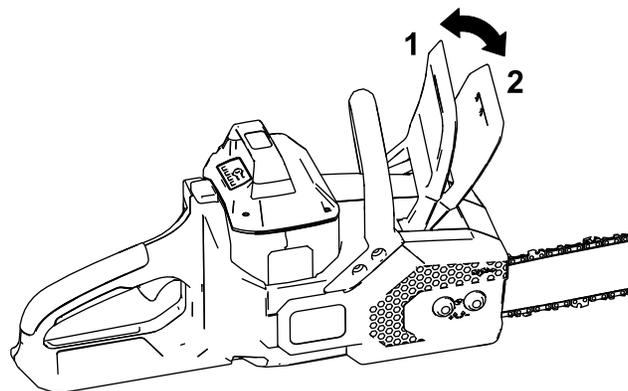

図 8
6. チェーンブレーキが作動位置にあることを確認する 図 8。
チェーンソーを使用していないときや、チェーンソーを作業エリアへ移動しているときは、チェーンブレーキを停止位置 図 8 に動かし、バッテリーパックを取り外してください。